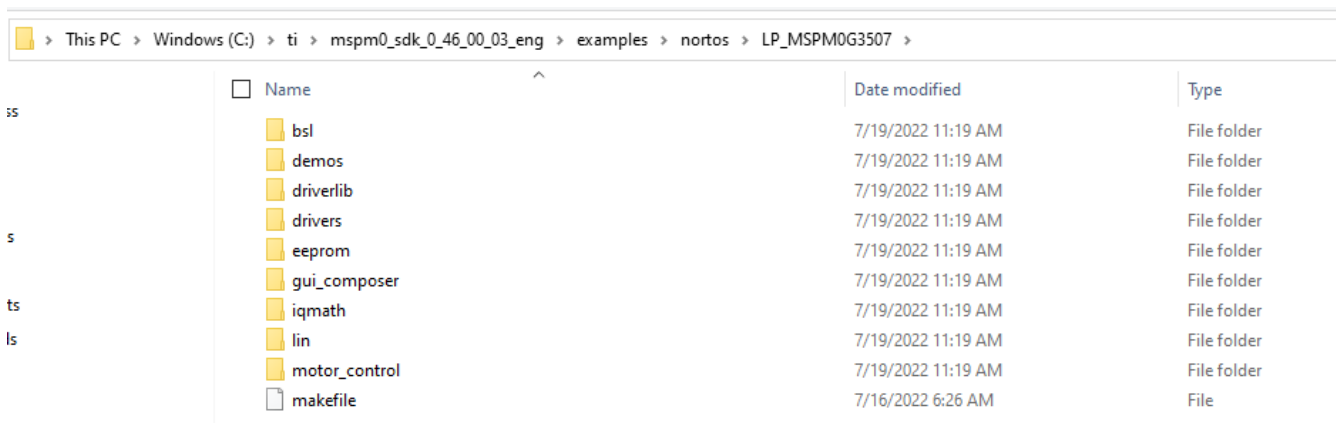

图 2-3. MSPM0 SDK
MSPM0 SDK 提供的组件有助于在德州仪器 (TI) MSPM0+ 微控制器上开发应用。MSPM0 SDK 包含多个软件组件以及关于如何一起使用这些组件的示例。此外，各种示例展示了如何使用各功能区和各个受支持的器件，可用作您自己的项目的起点。图 2-3 展示了典型的 MSPM0 SDK 示例。